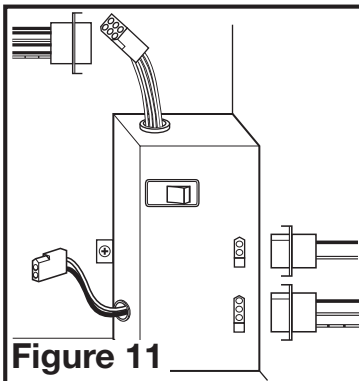

Figure 11
- MODÈLES STANDARDS ET AVEC DÉTECTION DE MOUVEMENT:** Branchez les câbles de moteur de connexion rapide à 2 broches et 3 broches du ventilateur dans la prise correspondante située sur le couvercle du compartiment de câblage. Ces câbles ne s'insèrent que d'une façon dans les logements (Figure 11).